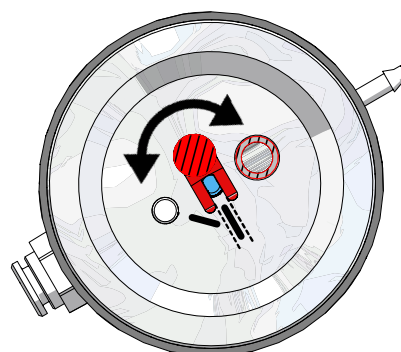

Fig. 13
- ⇒ No caso de depósitos de jateamento de 25 - 70 µm, o bocal doseador tem que ser alinhado (Fig. 13)!